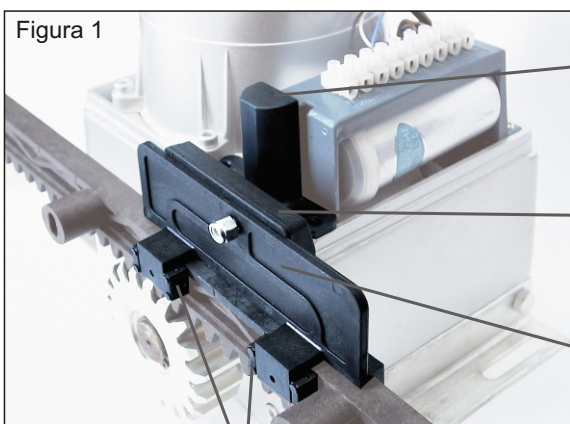

Figura 1
- Montare il finecorsa sulla cremagliera come in figura 1.